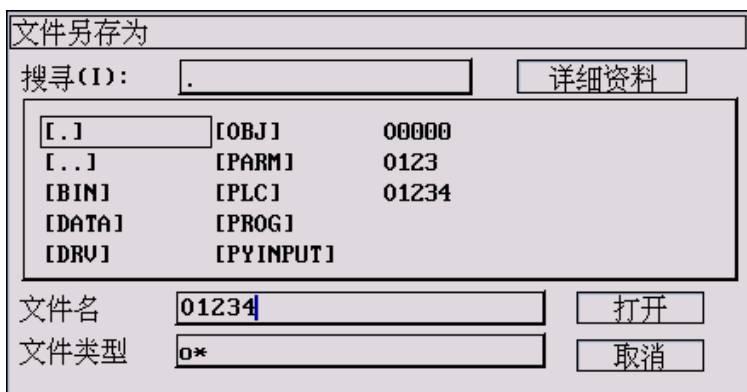

图 5.3.2 输入另存文件名
- (1) 在编辑功能子菜单下（图 5.0.1）按 **F5** 键，弹出如图 5.3.2 所示对话框；